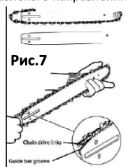

Рис. 7
4. Установите пильную цепь на направляющую прорезь на направляющей шине (см. рис. 7).